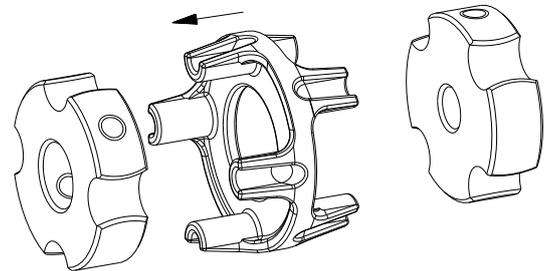

Bild 5: Montage des Zwischenstückes
- Setzen Sie das Zwischenstück in die Nuten der an- oder abtriebsseitigen Nabe ein (siehe Bild 5).